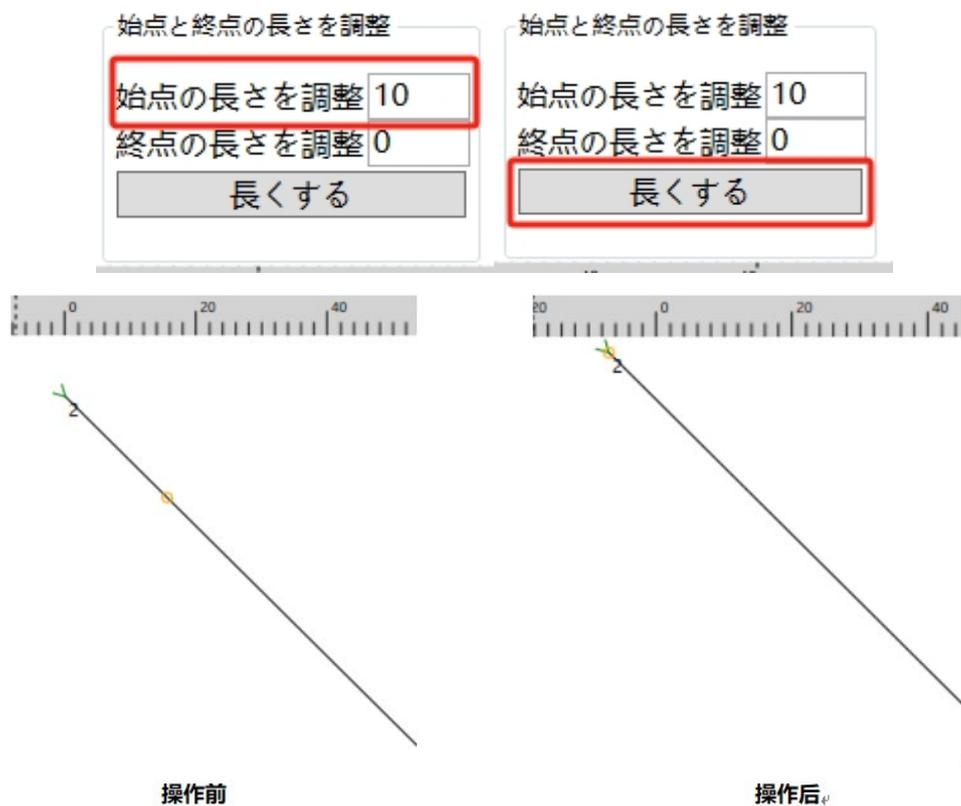

図 5.6.6b 長さ変更の操作方法
②「変更」をクリックすると、図 5.6.6b に示すように、図形のヘッドとテールが長くなります。